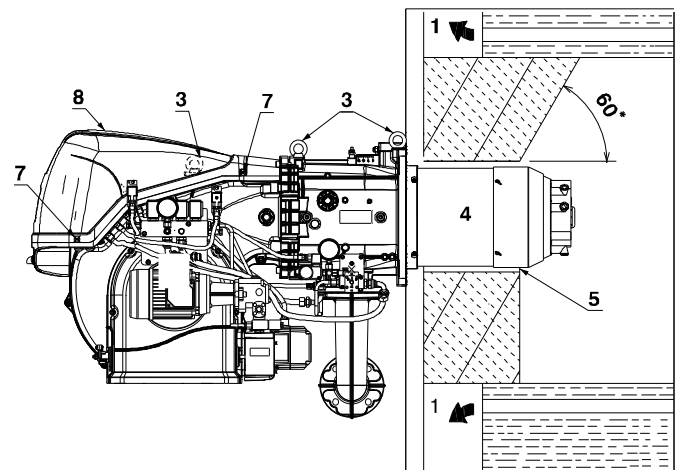

Fig. 16
Per le caldaie con giro dei fumi anteriore 1)(Fig. 16), o con camera ad inversione di fiamma, eseguire una protezione in materiale refrattario 5), tra refrattario caldaia 2) e boccaglio 4).
Predisporre un adeguato sistema di sollevamento agganciandosi agli anelli 3)(Fig. 16), dopo aver tolto le viti 7) di fissaggio del cofano 8).
- Infilare la protezione termica data a corredo sul boccaglio 4)(Fig. 16).